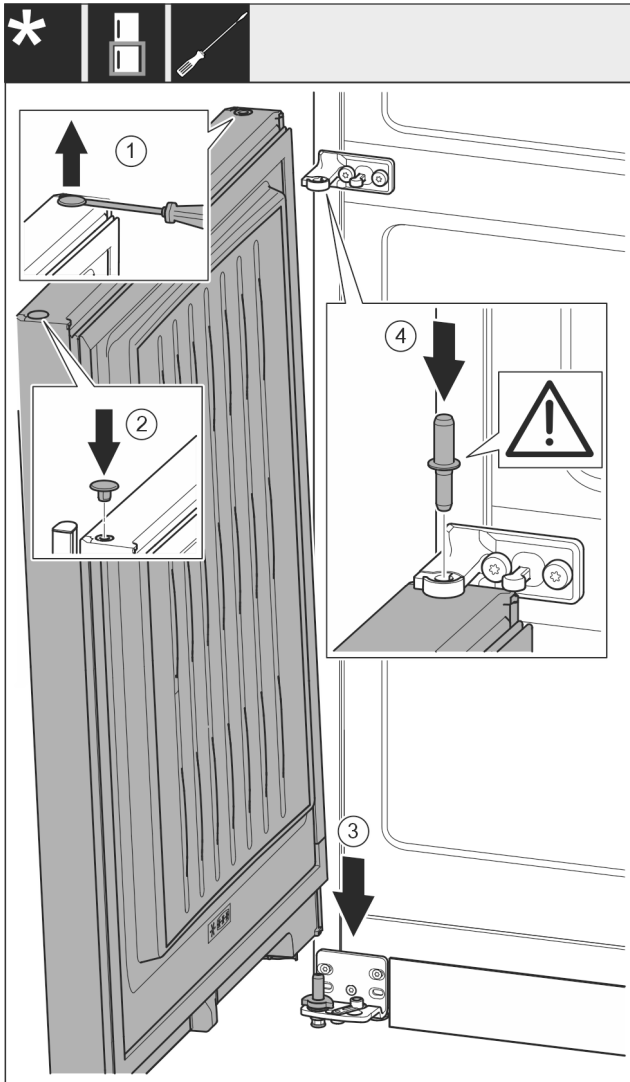

Fig. 23
- Stopfen Fig. 23 (1) vorsichtig mit einem Schlitzschraubendreher anheben und herausziehen.
- Stopfen Fig. 23 (2) auf der anderen Türseite wieder einsetzen.
- Tür Fig. 23 (3) von oben auf den unteren Lagerbolzen aufsetzen.
- Lagerbolzen Mitte Fig. 23 (4) durch Lagerbock Mitte in die untere Tür einsetzen. Dabei darauf achten, dass der Rastnocken nach hinten zeigt.